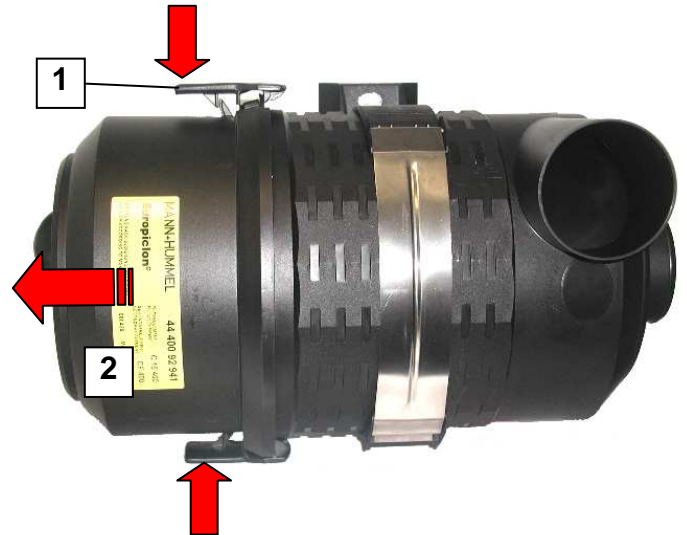

Bild 4 Gehäuseunterteil abnehmen
- Mit leichtem Druck auf die Flügel der Schnapphaken (1) den Verschluss entriegeln und Gehäuseunterteil (2) abnehmen (siehe Bild 4).